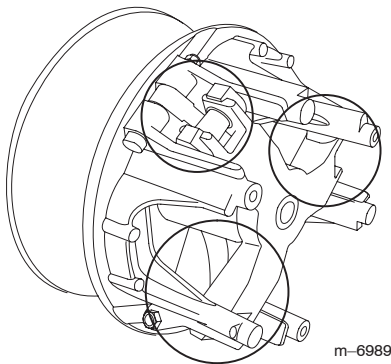

Figura 57
- Lubrifique as peças móveis nas áreas assinaladas com um círculo na figura 57 utilizando o Dry Lubricant Spray da Toro, disponível no revendedor ou distribuidor autorizado Toro.